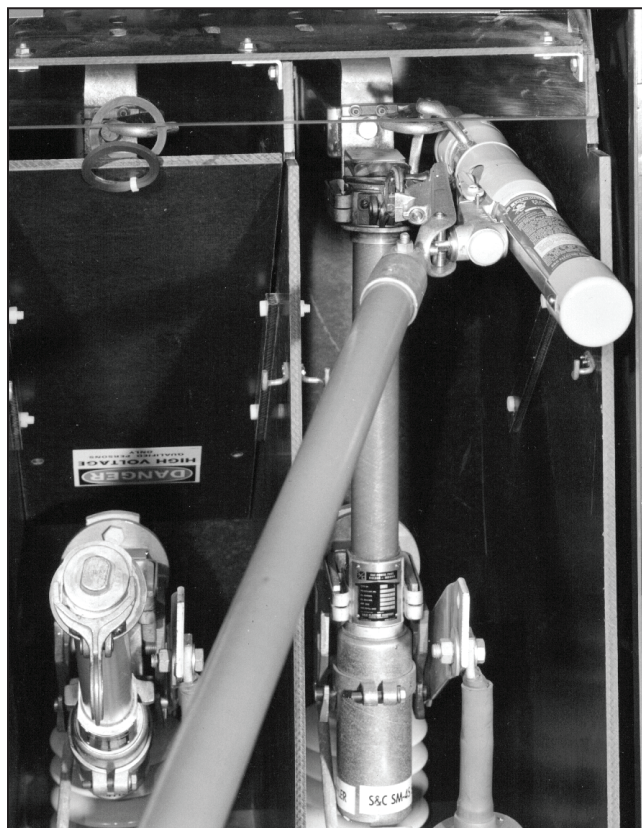

Figura 9. La herramienta Loadbuster conectada a un fusible de potencia.
- PASO 2.** Mueva la herramienta Loadbuster hacia la unidad fusible o tubo portafusible y pase el gancho de la herramienta Loadbuster por el anillo de tiro de la unidad fusible o tubo portafusible. El seguro del anillo de tiro se abrirá, y cuando el gancho haya entrado por completo, se volverá a cerrar, trabando la herramienta Loadbuster al anillo de tiro. Ahora la herramienta Loadbuster ya está conectada al contacto superior del fusible de potencia. Ver Figura 9.